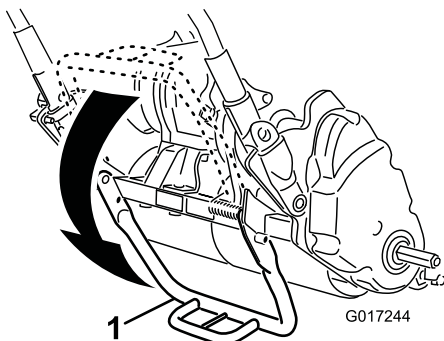

Bild 18
1. Drücken Sie die Mitte des Ständers mit dem Fuß nach unten und ziehen Sie die untere Holmstütze nach oben, bis der Ständer nach vorne gedreht über der Mitte ist (Bild 18).